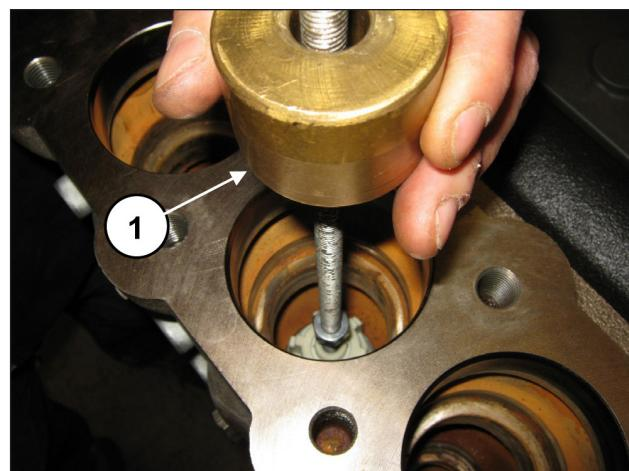

Fig. 103
Extraire l'ensemble de la soupape d'aspiration à l'aide d'un extracteur à inertie (réf. 27516400) à appliquer sur le trou M10 du guide de soupape (rep. ①, Fig. 103) ou, en complément, un adaptateur M10-M16 (réf. 25089700) à fixer sur le filetage M16 du guide de soupape.